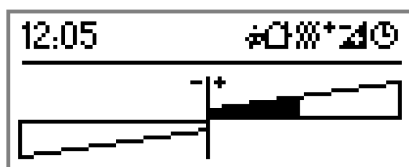

Bild 58: Beispiel einer 2-Bereichs-Anzeige mit Basis-Sollwertverschiebung als Bargraph
- i** In der Anzeigefunktion "Sollwertverschiebung als Bargraph" (Bild 58) können keine ergänzenden Texte konfiguriert werden.
Der Tastsensor lässt es zu, bei relativer Sollwertvorgabe die Solltemperatur des Raumtemperaturreglers innerhalb festgelegter Grenzen stufenweise zu verschieben. Diese Sollwertverschiebung kann entweder über die Displaytasten (siehe Seite 18-19) oder durch Reglernebenstellen in positive (+) wie auch in negative (-) Richtung ausgeführt werden. Ob eine Basis-Sollwertverschiebung stattgefunden hat (die Verschiebung also ungleich "0" ist), wird bei der 2-Bereichs-Anzeige in der Statuszeile durch das Symbol  signalisiert. Optional kann die Sollwertverschiebung auf dem Display in Form eines Bargraphen angezeigt werden (Bild 58). Dabei belegt der Bargraph die gesamte Menüfläche, so dass andere Anzeigefunktionen in diesem Anzeigebereich nicht mehr dargestellt werden können. Sofern die "Sollwertverschiebung als Bargraph" konfiguriert ist, wird im Menü "Sollwertverschiebung" (Bedienung der Displaytasten) anstelle eines Temperaturwerts die Verschiebung in Form des Bargraphen angezeigt.